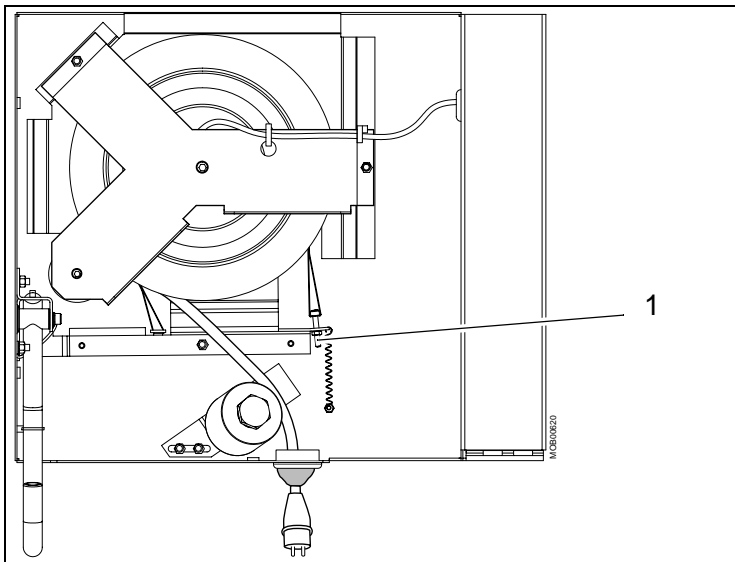

Fig. 8
nut clockwise -> stronger (pos. 1 / Fig. 8).